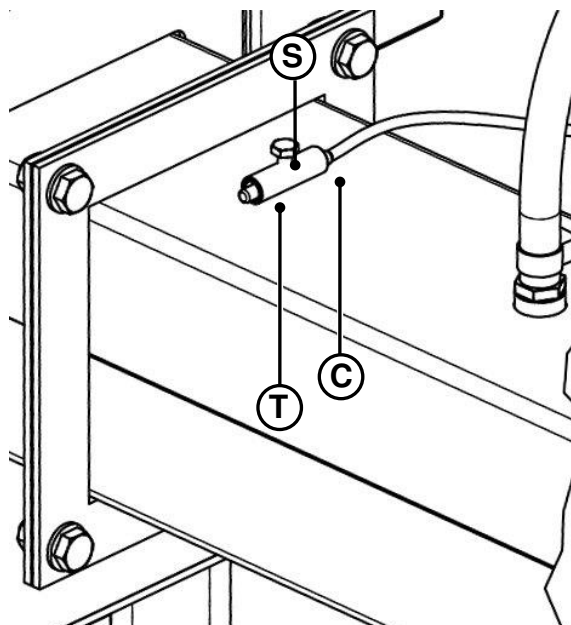

Рис. 2.8. Способ монтажа датчика температуры загрузочного устройства.
Измерительный датчик (С, Рис.2.8.) следует разместить во втулке (Т) и фиксировать, ввинчивая болт (S). Чтобы не повредить металлического корпуса датчика, болт затянуть вручную или осторожно ключом. Датчик подключить к соответствующим клеммам шкафа.